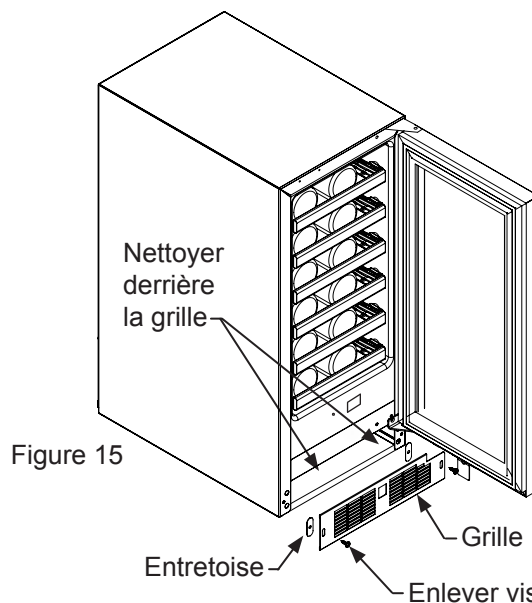

Figure 15
8. Enlevez la grille de protection frontale (voir les Figure 15), et utilisez une brosse et un aspirateur pour éliminer la saleté et les débris de sous l'appareil.